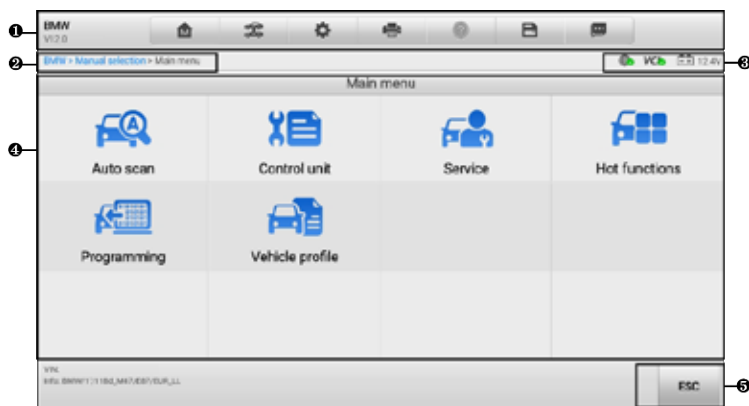

Figura 4-5 Schermata del menu principale
La schermata del menu principale (vedere Figura 4-5 Schermata del menu principale) consente all'utente di eseguire la lettura dei codici, la cancellazione dei codici o l'esecuzione di funzioni di diagnostica automobilistica complete e così via. Una volta selezionata la funzione, il tablet stabilisce una comunicazione con il veicolo attraverso il dispositivo VCI e accede al menu di funzione o di selezione corrispondente in base alla selezione effettuata.
1. Toccare il pulsante dell'applicazione **Diagnostica** nel menu di lavoro MaxiSys. Scegliere le informazioni sul veicolo corrispondente e accedere alla schermata del menu principale. (Vedere Figura 4-5 Schermata del menu principale).